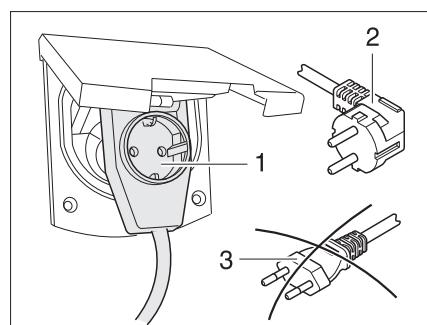

Fig. 309 Collegamento a un connettore a gomito con presa
- ▶ Se si utilizza un connettore a gomito CEE 17 con presa sul retro (Fig. 309,1), utilizzare solo una spina IP 44 con isolamento di gomma e sigillata con contatto di terra (Fig. 309,2). Non utilizzare spine senza contatto di terra (Fig. 309,3). Pericolo di folgorazione elettrica!